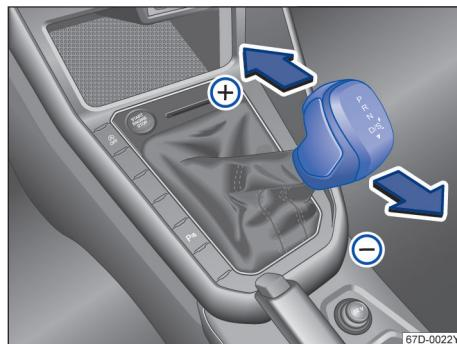

图 93 换挡杆在 Tiptronic 手动电控换挡程序位置上
- 向前 + 或向后 - 短促按压换挡杆，即可换高挡或降挡 → 图 93。